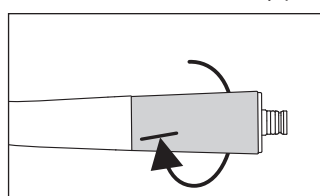

図 42
- 4 ハンドピースにテーパーリングを締め付けます (図 42)。